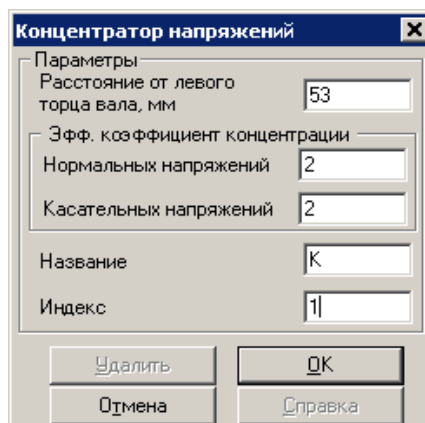

Рис. 3.20 Задание и редактирование параметров концентратора напряжений
**Концентратор напряжений** укажите курсором место расположения на валу концентратора напряжений и нажмите левую кнопку мыши. В появившемся диалоговом окне (рис. 3.20) введите необходимые параметры.
Для редактирования или удаления концентратора напряжений войдите в режим его рисования, выберите концентратор напряжений для редактирования, подведя к нему курсор и нажав правую кнопку мыши. Появившееся диалоговое окно (рис. 3.20) содержит поля ввода с текущими значениями параметров редактируемого элемента и клавишу для удаления.